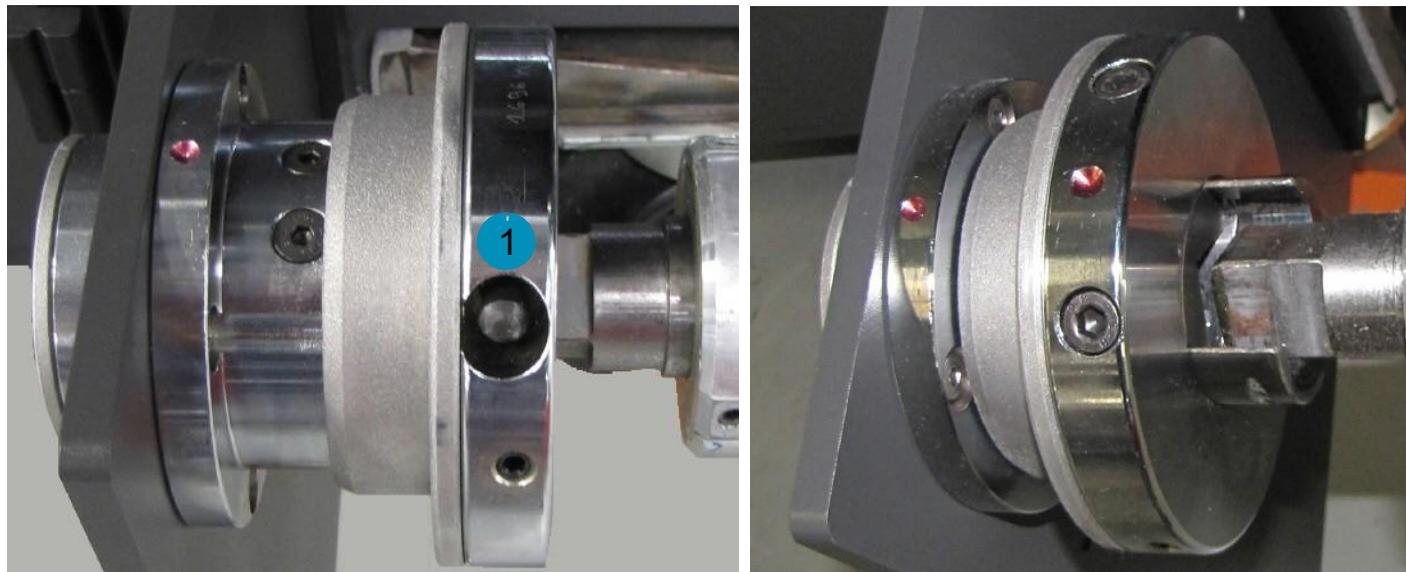

Рисунок 6-7: Закрытый фиксатор вала (слева) и открытый (справа)
1. Поворачивайте вал до тех пор пока красные точки не сойдутся вместе на одну линию, Рисунок 6-7: Справа.
2. Нажмите на кнопку (1) сзади внизу чтобы освободить защелку, Рисунок 6-7:, Слева. Если кнопка не нажимается значит, вал повернут в неправильную позицию.